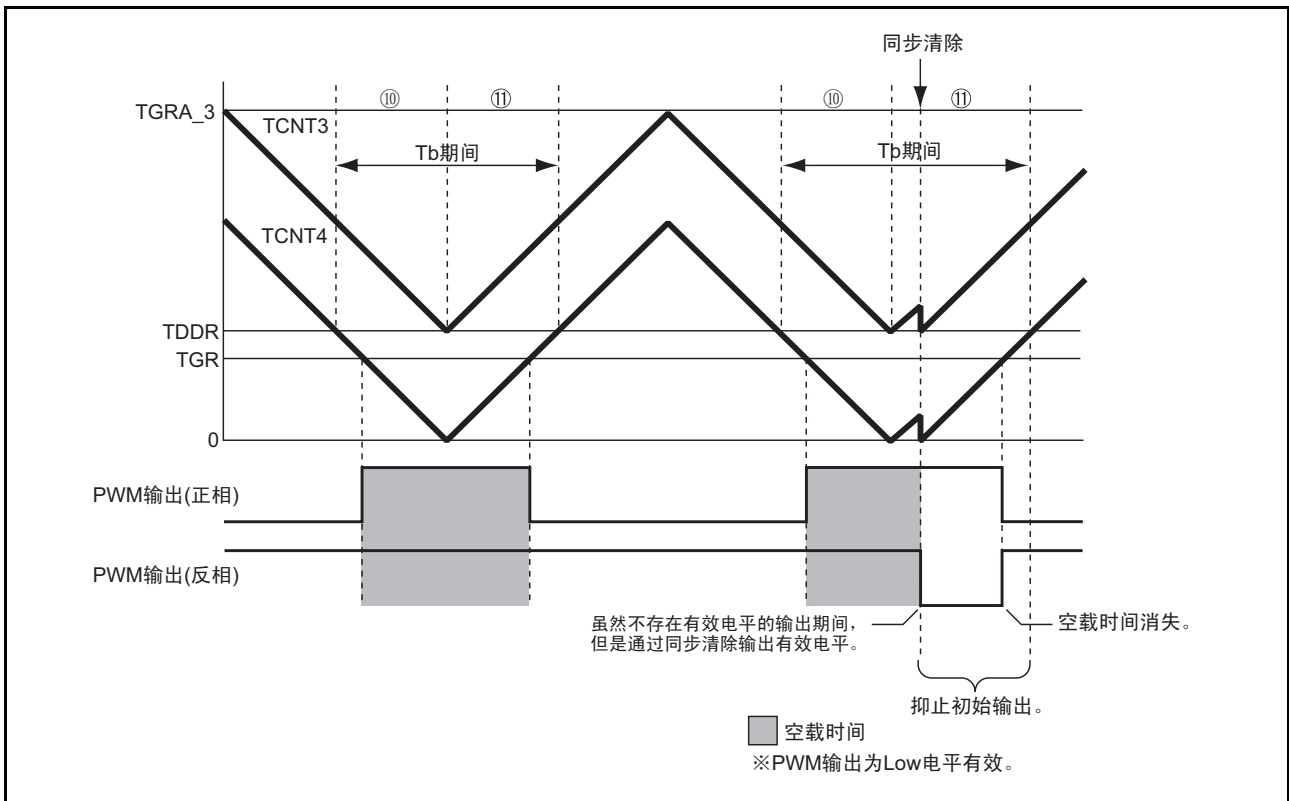

图 12.114 条件 (2) 的同步清除例子
条件 (2) 在初始输出的抑制期间^⑩和^⑪并且在 $TGRB_3 \leq TDDR$ 或者 $TGRA_4 \leq TDDR$ 或者 $TGRB_4 \leq TDDR$ 的条件成立的状态下进行同步清除（图 12.114）。